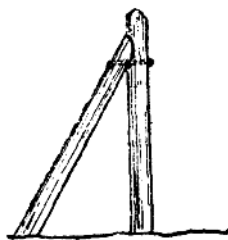

图22
2. 如果受地形的限制, 既不能装置拉线, 也不能做高拉桩时, 可改装撑木, 如图22所示。撑木的位置应在拉线的反侧。